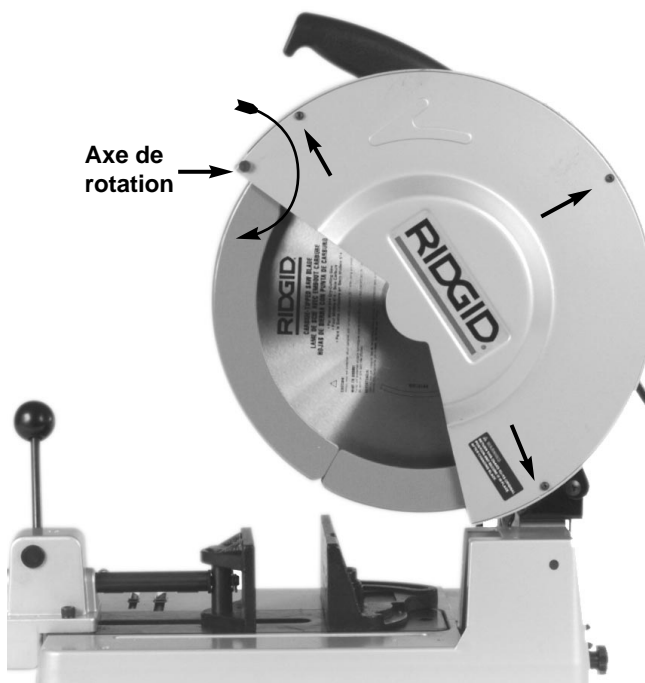

Figure 1
2. Desserrez les trois vis du carter de protection, puis tournez-le à droite autour de l'axe de rotation pour exposer l'arbre (Figure 1).